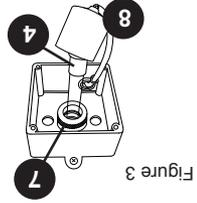
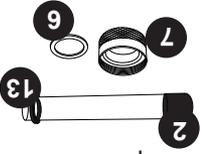

Figure 3
Figure 6
17. Glissez la nouvelle lampe UV (4) dans le tube de quartz, Figure 3.
3. Retirez la gaine noire de la lampe (8) en la faisant glisser sur le câble afin de la dégager de l'écran de compression du joint de quartz (7), Figure 3.
5. Retirez l'écran de compression du joint de quartz (7) en le tournant dans le sens **antihoraire**, Figure 3. Utilisez une paire de pinces multiprises si nécessaire, Figure 5. Vous remarquerez qu'une rondelle de compression en acier inoxydable (6) glisse sur le tube de quartz. Conservez la rondelle (6) pour une utilisation ultérieure, Figure 6. Il existe également un joint d'étanchéité noir (13); saisissez le joint d'étanchéité noir, puis retirez lentement et délicatement le tube de quartz.